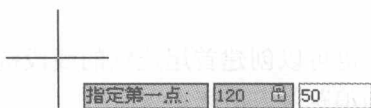

图 1-4 指定直线 AF 的第一点
(1) 单击【绘图】工具栏的【直线】按钮，在系统提示指定第一点时输入 A 点的绝对坐标值 120, 50，并按回车键确认输入，如图 1-4 所示。